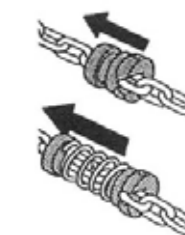

fig.145
15. Inserire sull'estremità della nuova catena il tastatore a molla per la versione con finecorsa elettrici oppure il riscontro meccanico con il tampone in gomma nella medesima posizione della precedente catena. (fig.145)